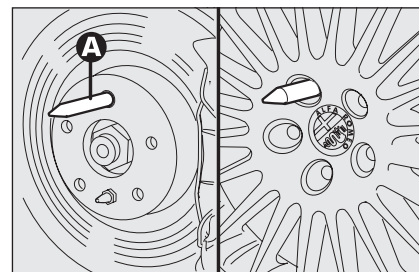

fig. 13
- avvitare il perno di centraggio **A-fig. 13** in uno dei fori dei bulloni di fissaggio presenti sul mozzo ruota;
- svitare il perno di centraggio **A-fig. 13** ed avvitare l'ultimo bullone di fissaggio;